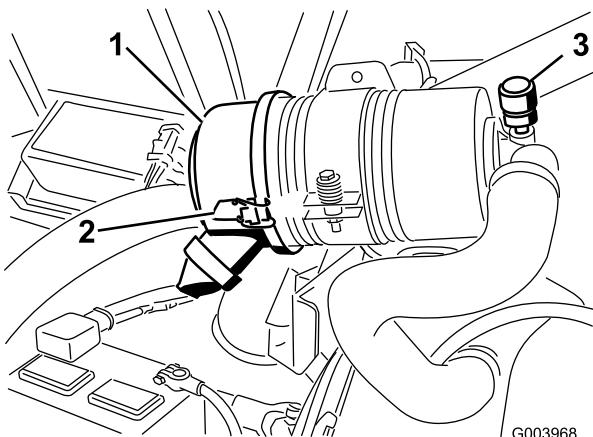

Рисунок 50
Обслуживание фильтра воздухоочистителя следует производить только после покраснения индикатора необходимости обслуживания (Рисунок 50). Замена воздушного фильтра без необходимости ведет лишь к повышению вероятности попадания грязи в двигатель при извлечении фильтра.
- Отпустите защелки, фиксирующие крышку воздухоочистителя на его корпусе (Рисунок 50).